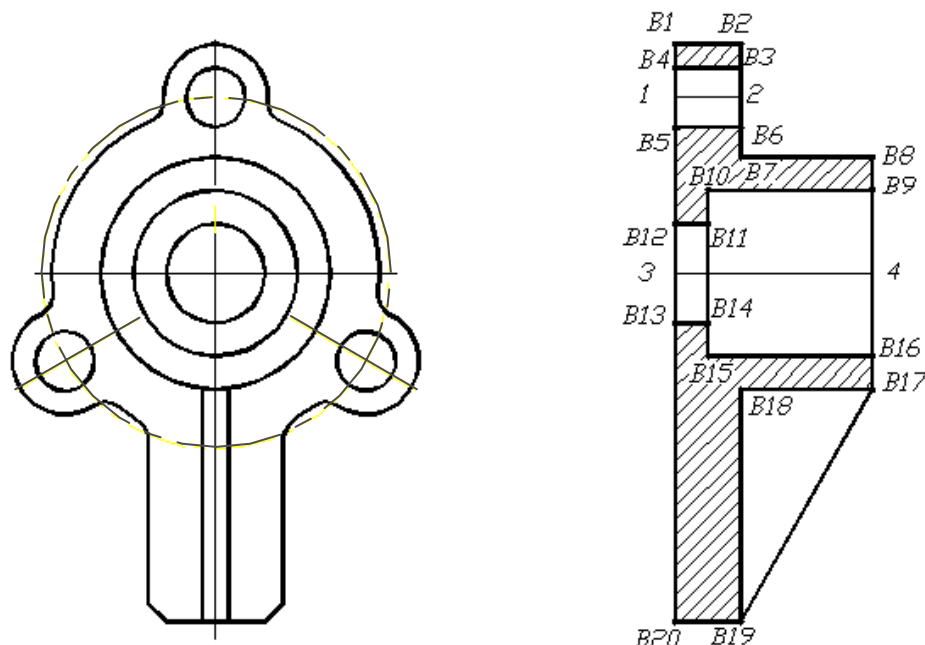

Рис. 2.13. Обводка изображения и нанесение штриховки
- Обведите (**B12-B11-B10-B9**), (**B13-B14-B15-B16**), (**B17-B18-B19**). Проведите линии **B3-B4, B5-B6**, рис.2.13.